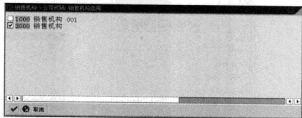

图 8-13 “销售机构→公司代码:销售机构选择”对话框
STEP 2 在此界面中,可以看到当前系统所有的公司代码。选择某个公司代码,然后单击“**分配**”按钮,弹出“销售机构→公司代码:销售机构选择”对话框,如图 8-13 所示。